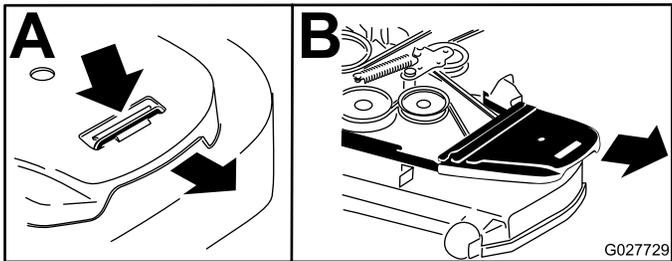

Figure 91
4. Retirez les couvercles de courroie (Figure 91).